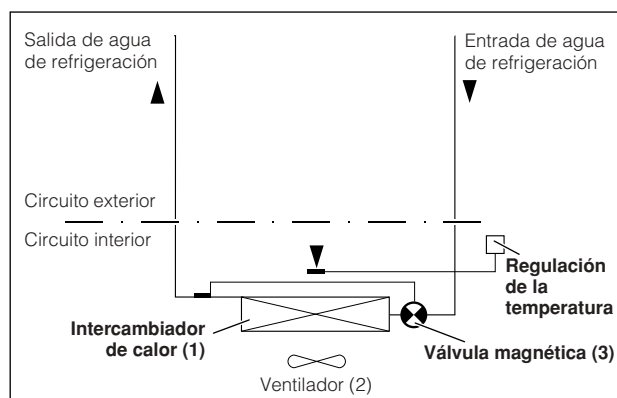

Imagen 2: Intercambiador de calor aire/agua
El intercambiador de calor aire/agua se compone de tres piezas principales (compare imagen 2): el cartucho del intercambiador (1), el ventilador (2) y la válvula magnética (3), conectados entre si mediante tuberías.